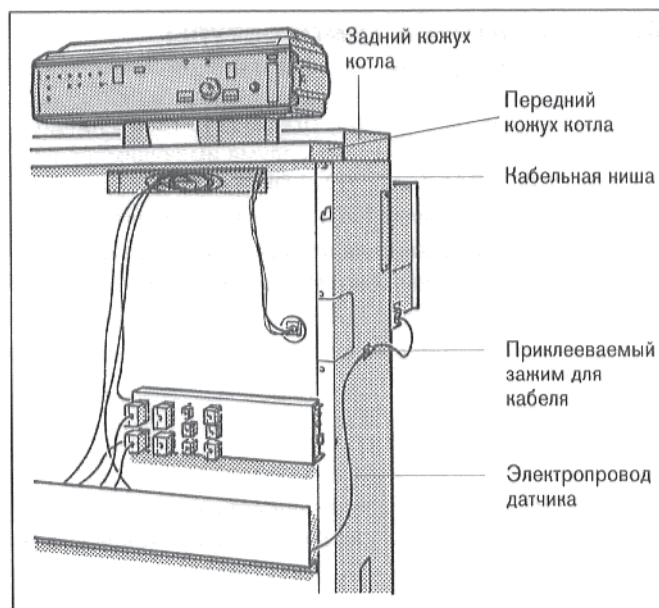

Рис. 8: G_424 LZ; G_524 LDN
- Проложить провод датчика температуры отходящего газа, концом подключения вперед, через кабельную нишу, на лицевой стороне котла, и через отверстие в переднем кожухе котла, к регулятору (рис. 8).
- Проложить провод датчика к боковой стенке и закрепить зажимом для кабеля (рис. 8).